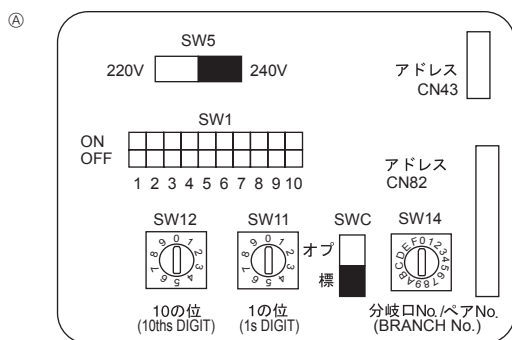

Fig. 7-4
7.5. Установка адресов (Fig. 7-4)
④ Адресный щит
7.6. Определение температуры в помещении встроенным датчиком пульт дистанционного управления (Fig.7-4)